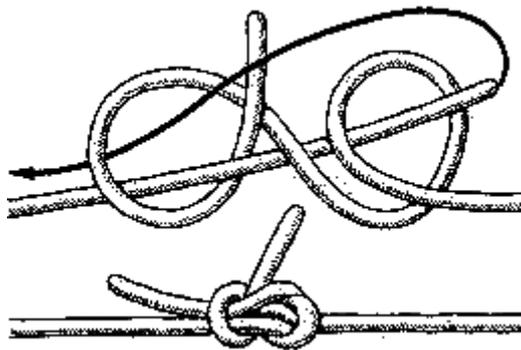

Рис. 37. Польский узел
**Польский узел** (рис. 37). Его можно рекомендовать для связывания тонких тросов. Он